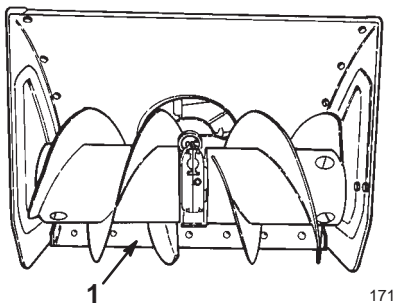

Figure 17
2. Placez la déneigeuse sur une surface plane et horizontale et vérifiez si la lame racluse (Fig. 17) est bien parallèle au sol. Si ce n'est pas le cas, ajustez la position de la lame racluse, comme expliqué à la rubrique Réglage des patins et de la lame racluse, page 22.